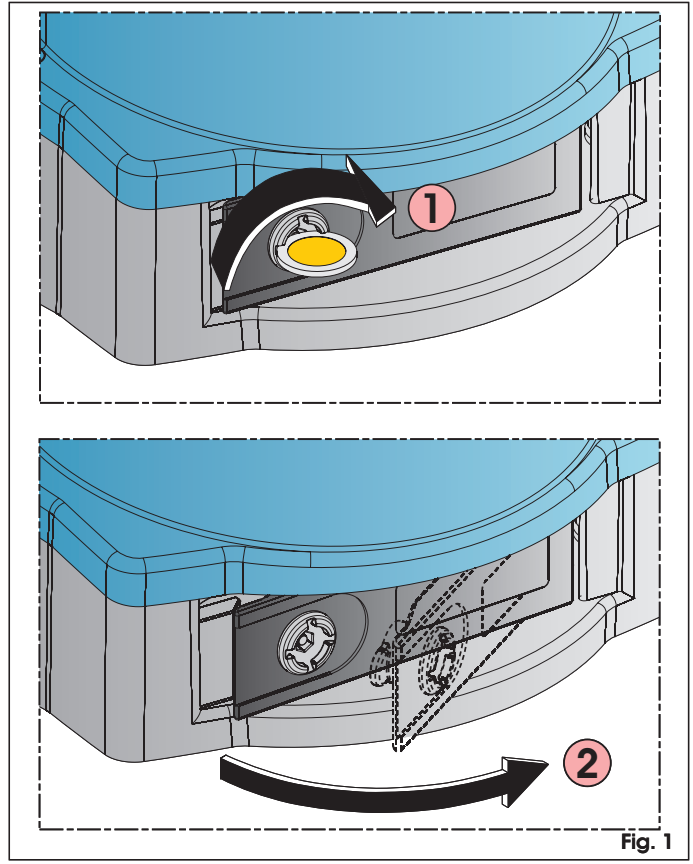

Fig. 1
- Avec une pièce de monnaie, tourner la serrure en sens horaire jusqu'à son arrêt (Fig. 1 réf. ①)
- Tirer le levier d'après la fig. 1 réf. ②